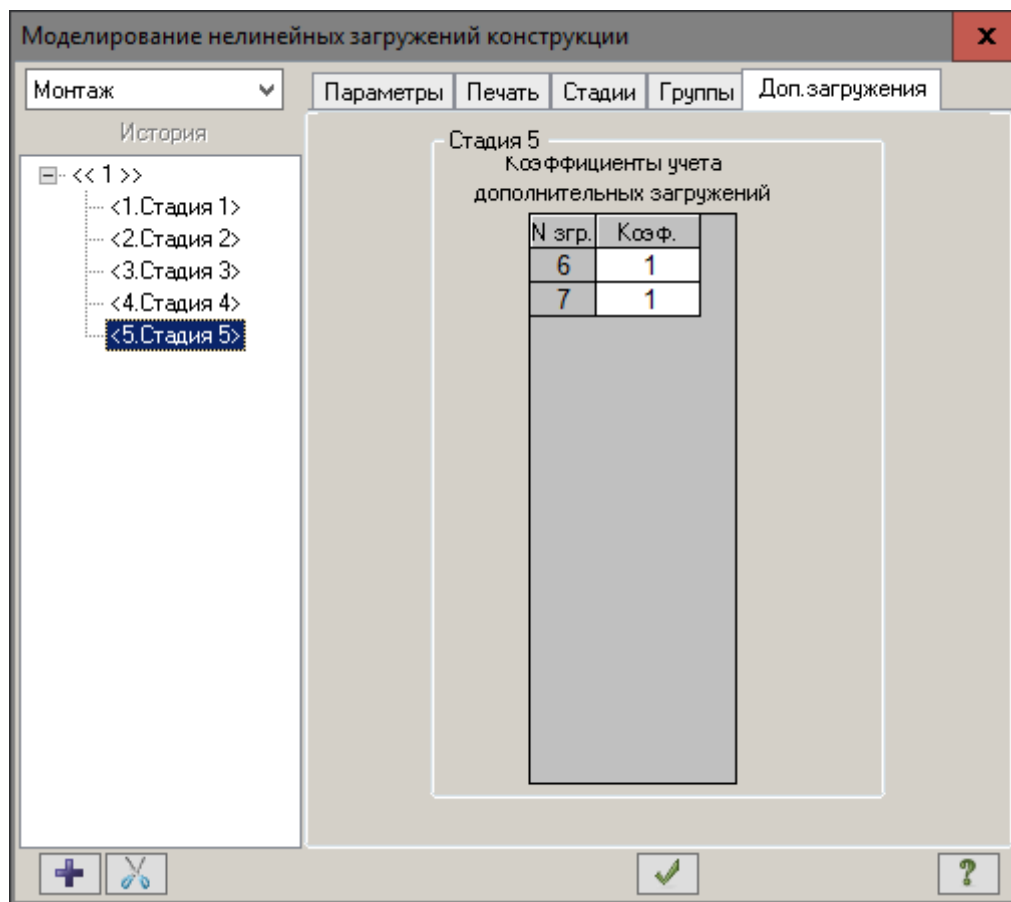

Рис.23.36. Диалоговое окно **Моделирование нелинейных нагружений конструкции**
- Вызовите диалоговое окно **Моделирование нелинейных загрузений конструкции** (рис.23.36) щелчком по кнопке  – **Стадии монтажа** (панель **Нелинейность** на вкладке **Расчет**).